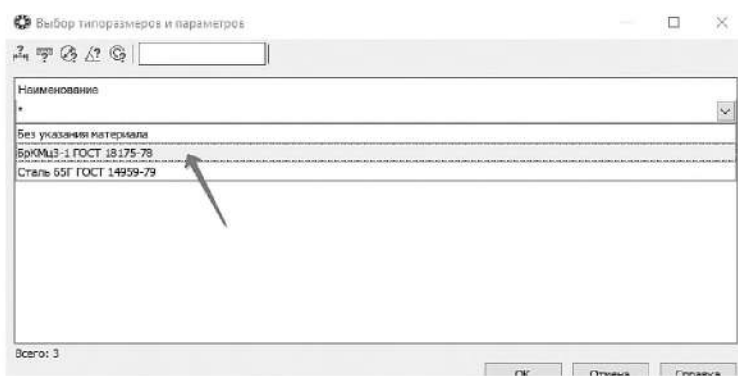

Рисунок 3.94. Выбор материала «Шайбы»
10.1.10 Укажите материал и нажмите **ОК** (рисунок 3.94).